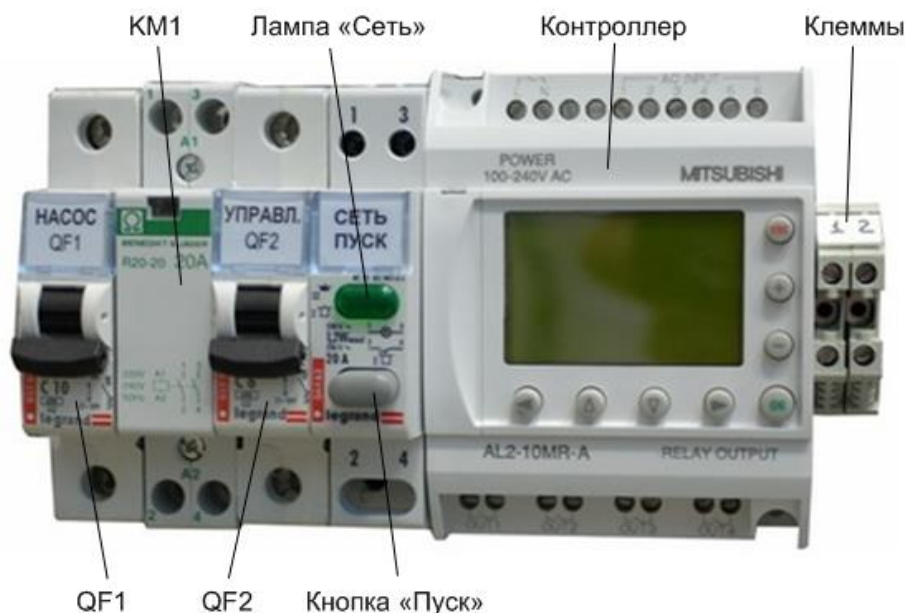

Рис.3 Элементы блока управления.
2.1.4 Блок управления (БУ) (рис.3) предназначен для обеспечения работы установки в автоматическом режиме. В него входят: контактор KM1, автомат защиты двигателя QF1, автоматический выключатель QF2, кнопка «ПУСК» с индикаторной лампой «Сеть», логический контроллер **Mitsubishi** и клеммы для подключения внешних устройств.